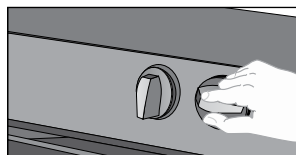

Figura 40
- Presione la perilla y gírela hasta una de las cinco posiciones de temperatura especificadas sobre la tapa de control según sus necesidades (Ver figura 40).